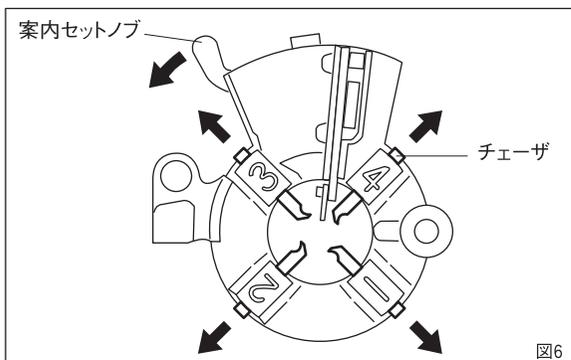

図6
a. チェーザの取外しかた (図6)
- ① ダイヘッドをオープン (切上レバーがブロック溝から外れ、チェーザが開いた状態) にしてください。
- ② 位置決めノッチを位置決めピンから外し案内セットノブを図6の矢印の方向へいっぱいに引きますと、3番4番のチェーザが取外せます。
- ③ ダイヘッドを起すと1番と2番のチェーザが取外せます。